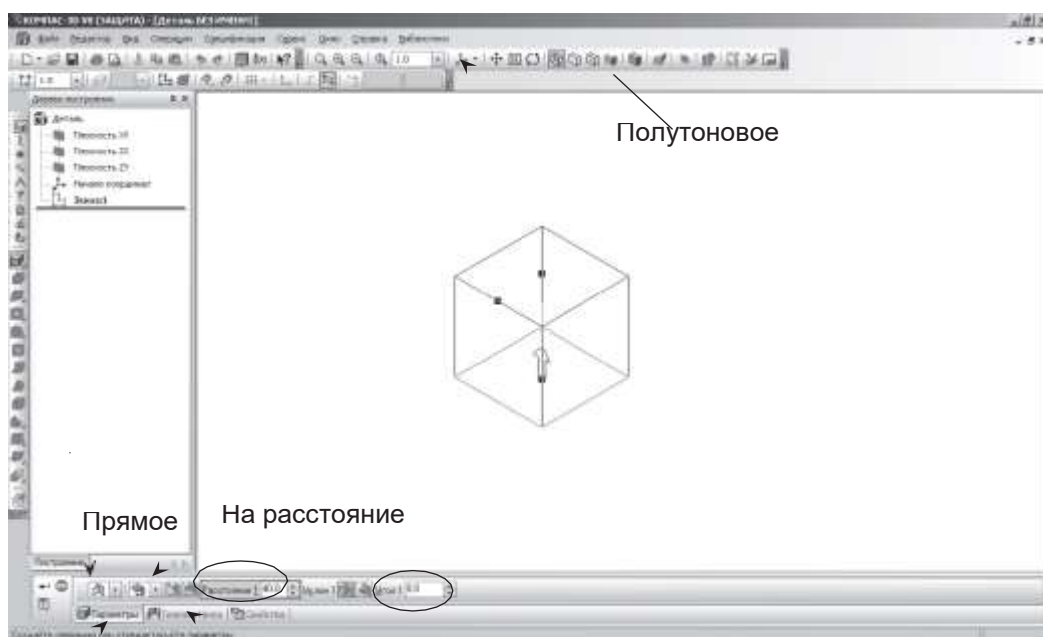

Рис. 9.5
- На **Панели свойств** на вкладке **Параметры** укажите **Прямое направление** выдавливания (вверх), глубина выдавливания – **на расстояние**, в поле **Расстояние 1** введите **40 мм**, **Угол 1** равен **0°** (граница куба вертикальны) (рис. 9.5).